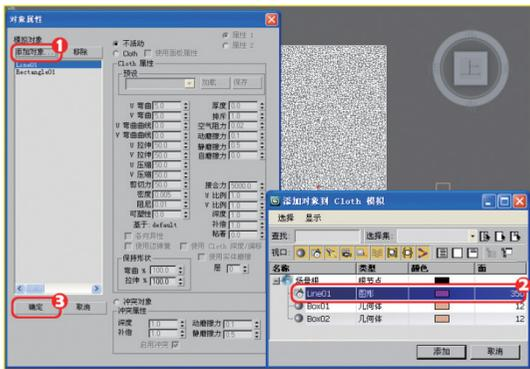

图9-74 添加对象
**05** 然后，单击【添加对象】按钮，在打开的对话框中选择line01，即那条绳子，如图9-74所示。